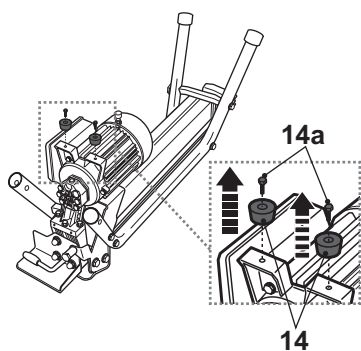

Fig. 1a
- > Desserrez les boulons [14a] des pieds en caoutchouc [14] et ôtez-les (Fig. 1a).